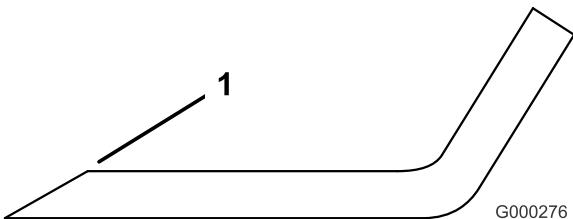

Figura 91
1. Affilate i taglienti da entrambe le estremità della lama con una lima (Figura 91). Rispettate l'angolazione originale. La lama conserva il proprio equilibrio soltanto se viene rimossa una quantità uguale di materiale da entrambi i taglienti.